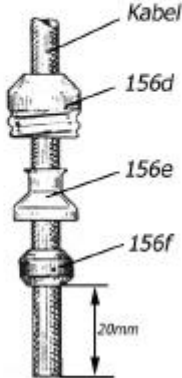

Bild 6.
1. Überwurfmutter 156d, Hülse 156e und Gummiring 156f über das Kabelende schieben. Kabelende muss mindestens 20mm freistehen! (Bild 6)